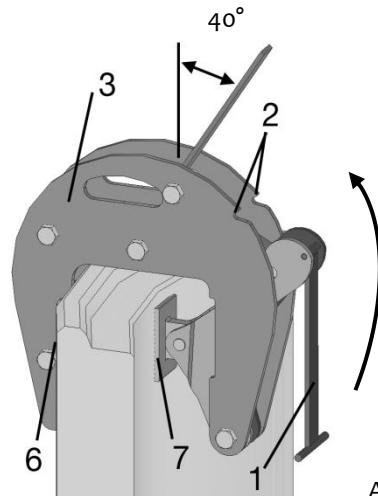
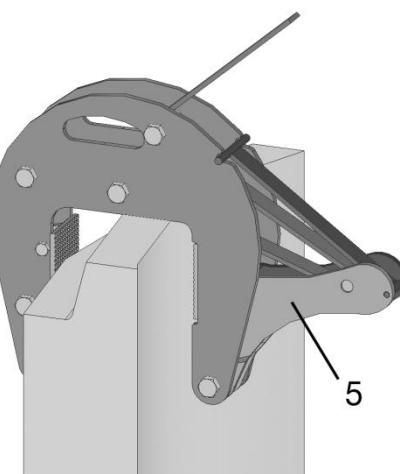

Abb. 2
Abb. 3
- Offenhalter (1) nach oben schwenken (Abb. 2) und in den beiden Nuten (2) des Außenbügels (3) arretieren: Die Klemme ist jetzt mit maximaler Öffnungsweite arretiert (Abb. 3). Bei dem Einstellen ist darauf zu achten, dass die **Zugbänder entlastet und nicht verdreht** sind.
- Alle Offenhalter (1) entriegeln und nach unten schwenken: die Winkelhebel (5) werden durch die Federn nach vorne geschwenkt.
- Die beiden Spannbacken (6) und (7) müssen auf der ganzen Fläche an dem Ring anliegen (Abb. 2). Schachtring ca. 10 cm anheben.